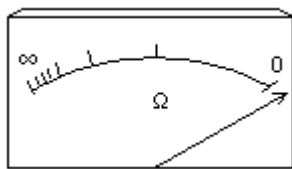

图 1-32 指针的位置
6. 用欧姆表测电阻时, 由于调零不当, 两表笔短接时, 指针所指位置如图 1-32 所示。如果去测电阻, 那么被测电阻的测量值将比它的真实值偏\_\_\_\_\_。